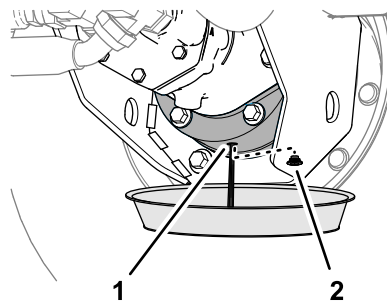

Figura 100
- Coloque um recipiente de escoamento debaixo da caixa do travão, retire o tampão de escoamento e deixe o lubrificante drenar completamente (Figura 100).